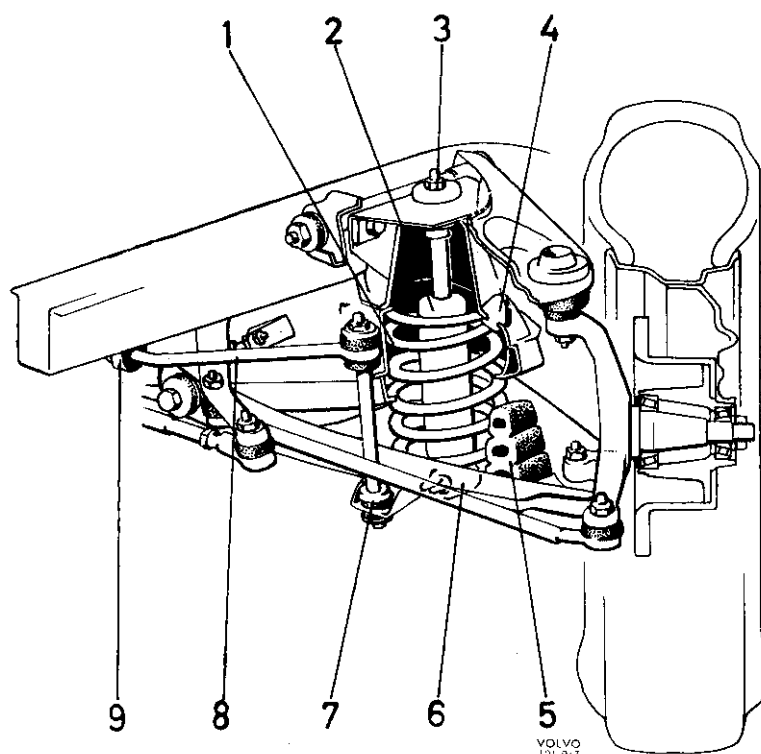

Fig. 7-2. Voorveer en schokbreker
De Volvo 144 is voorzien van spiraalveren aan beide assen, vóór en achter. De voorophanging is onafhankelijk. De bovineinden van de voorveren (1, Fig. 7-2) steunen in huizen die hiervoor in de vooras zijn aangebracht, terwijl de ondereinden in de onderste draagarmen dragen. De onderste draagarmen zijn ook voorzien van rubber buffers, die elke stoot bij het doorveren opnemen. De vooras is voorzien van
4. Maak de stuurstang los van de stuurarm. Maak de klem voor de remslangen los. Verwijder de bevestiging (7, Fig. 7-2) van de stabilisator.
De stabilisator (8, Fig. 7-2) die aan beide onderste draagarmen (7) is bevestigd en aan het chassis (9), verhoogt de stabiliteit van de wagen.